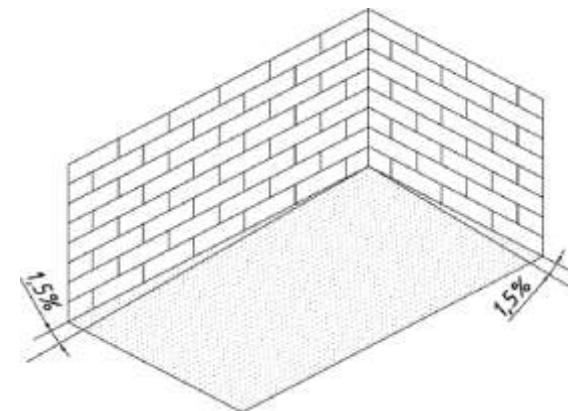

Рис. 1. Минимальный уклон поверхности для отвода воды
- Перед монтажом подконструкции обеспечьте под ней качественный уклон и дренаж для отвода воды см. рис.1. Предусмотрите зоны доступа к дренажным системам, сливным отверстиям для их очистки или ремонта в процессе эксплуатации. Сливные/дренажные отверстия держите открытыми и чистыми от засоров. Нарушение данного требования может повлечь застой воды под настилом и деформацию покрытия, сделать его эксплуатацию небезопасной, может способствовать развитию плесени и грибка на поверхности настила, привести к деформации отдельных профилей или настила в целом и влечет отказ от гарантии производителя.